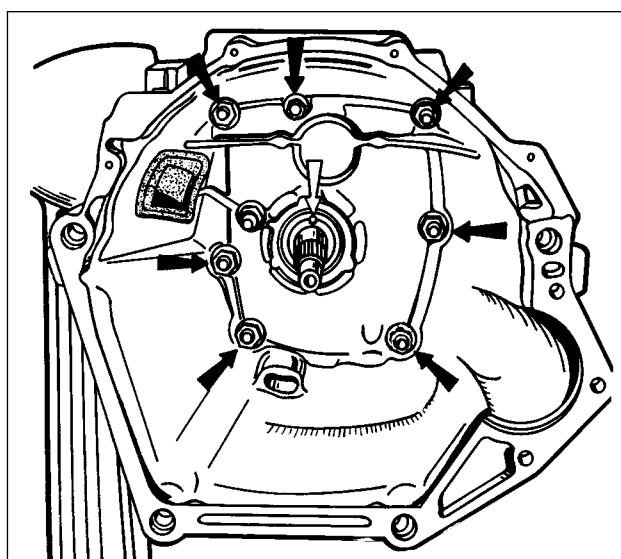

Fig. 3-15. Carter d'embrayage, vue de l'interieur.
Démonter le carter d'embrayage avec le joint et le couvercle avant de la boîte de vitesses au complet de presse-étoupe et rondelle à ressort (fig. 3-15).
- lors de montage du carter avec le couvercle avant de la boîte de vitesses, garder l'orifice dans le couvercle avant, en l'orientant comme c'est présenté sur la figure 3-15;
Contrôler l'état du couvercle avant et vérifier si l'arbre primaire ne le touche. Au cas où l'alignement de l'arbre et du couvercle manqueraient, remplacer des pièces endommagées. Vérifier si l'orifice du vidange d'huile dans le couvercle n'est obstrué (comme c'est marqué par une flèche sur la figure 3-15). Nettoyer le bouchon de l'orifice du vidange.